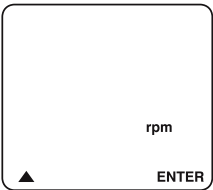

図4
(4)電源がOFFの状態でもボタン⑤を2秒以上長押しすると"セットモード"に入り図4が表示されます。